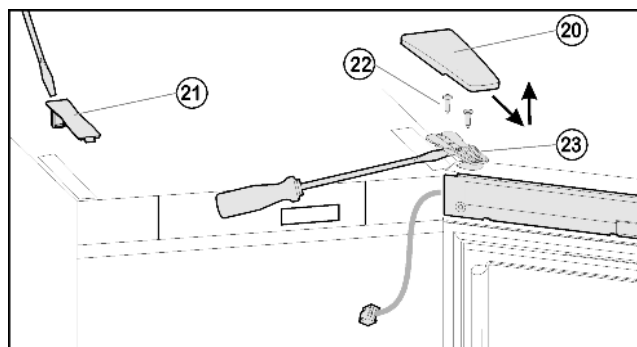
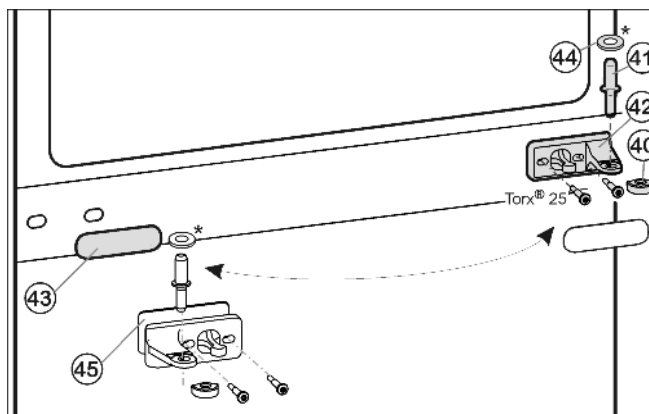
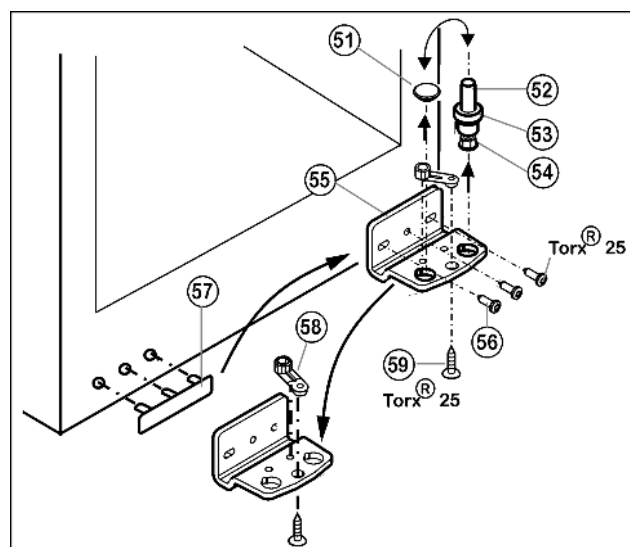

Fig. 6
Fig. 7
Fig. 8
- ▶ Крышку Fig. 6 (20) снимите движением вперед и вверх
- ▶ Снимите крышку Fig. 6 (21).
- ▶ Полностью выверните винты Fig. 6 (22).
- ▶ Снимите дверцу вместе с опорным кронштейном Fig. 6 (23) и кабелем вверх. Для снятия, возможно, понадобится осторожно подцепить опорный кронштейн снизу шлицевой отверткой.
- ▶ Вытащите из опорного кронштейна и нижней дверцы средний опорный палец Fig. 7 (41).
- ▶ Снимите пластмассовый колпачок Fig. 7 (40).
- ▶ Открутите средний опорный кронштейн Fig. 7 (42) (2 шт. Torx® 25).
- ▶ Осторожно снимите накладку Fig. 7 (43).
- ▶ Прикрутите средний опорный кронштейн Fig. 7 (42) с подкладкой Fig. 7 (45) с поворотом на 180° на новую сторону шарнира (с моментом 4 Нм).
- ▶ Защелкните накладку Fig. 7 (43), повернув на 180°, на стороне, где теперь будет ручка.
- ▶ Извлеките опорный винт Fig. 8 (52) в комплекте с шайбой Fig. 8 (53) и регулируемой опорой Fig. 8 (54), вытягивая его вверх.
- ▶ Снимите пробку Fig. 8 (51).
- ▶ Открутите Fig. 8 (56) опорный кронштейн Fig. 8 (55).
- ▶ Открутите Fig. 8 (59) опорную деталь Fig. 8 (58) и, переставив в отверстие на противоположной стороне опорного кронштейна, снова прикрутите.
- ▶ Осторожно снимите и переставьте на противоположную сторону крышку со стороны ручки Fig. 8 (57).
- ▶ Снова прикрутите опорный кронштейн Fig. 8 (55) на новой стороне шарнира (с моментом 4 Нм). При необходимости используйте аккумуляторный шурупверт.
- ▶ Переставьте пробку Fig. 8 (51) в свободное отверстие.
- ▶ Вновь установите опорный винт Fig. 8 (52) в комплекте с шайбой и регулируемой опорой. При этом фиксатор должен быть направлен назад.
- ▶ Установите дверь сверху на опорный палец *Fig. 8 (52)*.
- ▶ Снова наденьте пластмассовый колпачок *Fig. 7 (40)* на средний опорный кронштейн *Fig. 7 (42)*.
- ▶ Вставьте средний опорный палец *Fig. 7 (41)* через средний опорный кронштейн *Fig. 7 (42)* в нижнюю дверцу.
- ▶ Установите верхнюю дверцу на средний опорный палец *Fig. 7 (41)*, закройте дверцу и установите верхний опорный кронштейн *Fig. 6 (23)* так, чтобы он защелкнулся в верхней стороне устройства.
- ▶ Закрутите опорный кронштейн *Fig. 6 (23)* (с усилием 4 Нм). При необходимости просверлите отверстия или используйте аккумуляторную отвертку.
- ▶ Защёлкните крышку *Fig. 6 (20)* и крышку *Fig. 6 (21)*.
- ▶ При необходимости выровняйте дверцы через два продольных паза в нижнем опорном кронштейне *Fig. 8 (55)* и среднем опорном кронштейне *Fig. 7 (42)* параллельно корпусу устройства. Для этого выкрутите средний винт на нижнем опорном кронштейне *Fig. 8 (55)*.